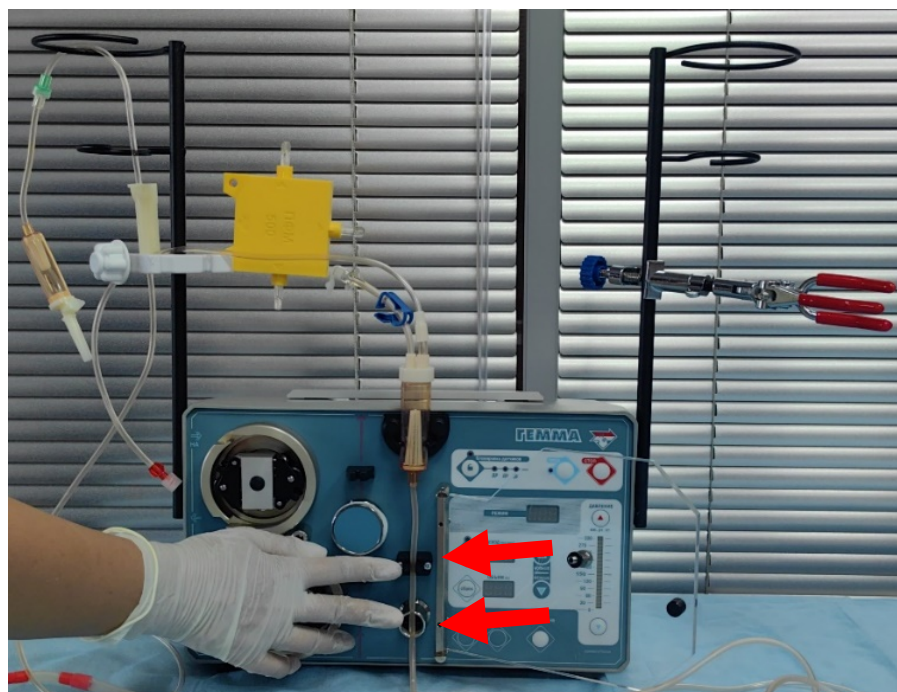

Рисунок 2.2
- 2.2. Расположите часть ветви возврата крови в датчик воздуха и в электромагнитный клапан (рис. 2.2).